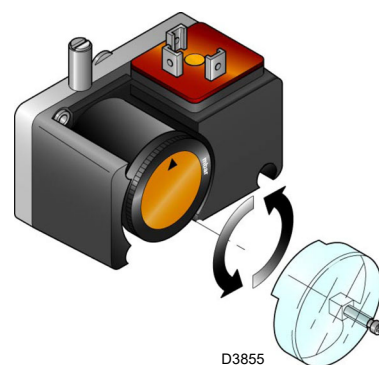

Fig. 30
- Regolare il pressostato gas di minima (Fig. 30 a pag. 33) ad inizio scala.
Eeguire la regolazione del pressostato gas di minima (Fig. 30) dopo aver regolato il bruciatore, le valvole del gas e lo stabilizzatore della rampa.